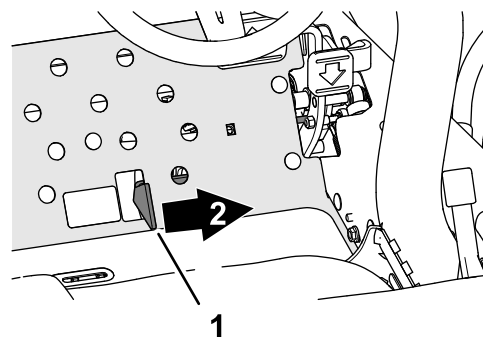

図 37
3. カuttingユニット駆動スイッチを入位置にする図 37。
4. 昇降レバー図 37を前に倒すとカuttingユニットが降下して回転を開始する後カuttingユニットは前カuttingユニットよりも少し遅れて動作する。